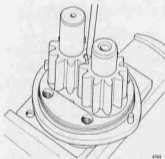

Fig 164. Märkning av kuggjul.
6. Märk kuggjulen med en färgenna, se fig 164.
Om inte kugghjulen har bytts ut skall de monteras så att kuggarnas öppning överensstämmer, se fig 164.